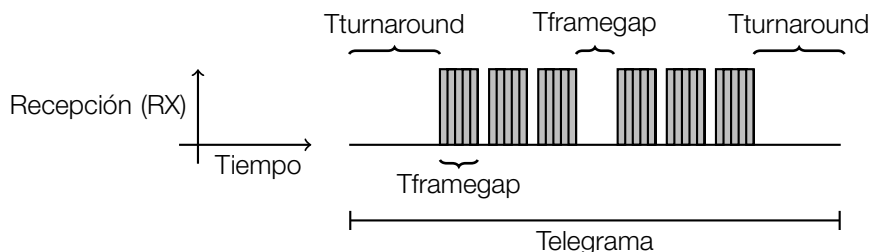

Figura 2.3: Recepción de datos BACnet
Recepción (RX): El tiempo máximo entre cada byte ($T_{framegap}$) es de 20 bit times. El tiempo mínimo entre frames ($T_{turnaround}$) luego del “stop bit” del último byte del frame es de 40 bit times, conforme presenta la Figura 2.3 en la pagina 8.